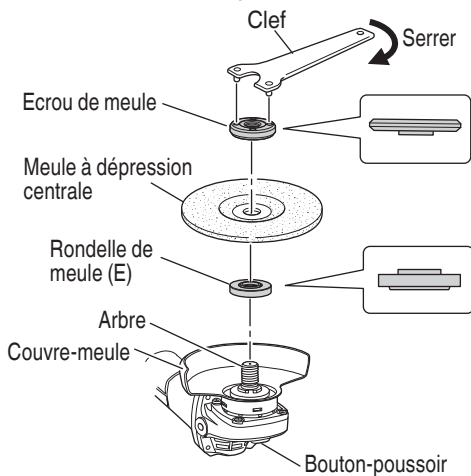

Fig. 17
- Avant le montage, inspecter attentivement la meule à dépression centrale pour voir si elle a des fissures, fentes ou autres anomalies. S'assurer qu'elle est solidement fixée et qu'elle est montée correctement. Référez-vous à « Montage et démontage de la meule renforcée à moyeu déporté » (Fig. 17)
- Aligner l'entaille de forme ovale de la rondelle de meule (E) avec l'encoche de l'arbre, puis les attacher.
- Positionner la protubérance de la meule à dépression centrale sur la rondelle de meule (E).
- Tout en poussant sur la bouton-poussoir avec une main, verrouiller l'arbre en tournant doucement la meule à dépression centrale avec l'autre main. Serrer l'écrou de meule en utilisant la clef fournie comme montré sur la Fig. 17.